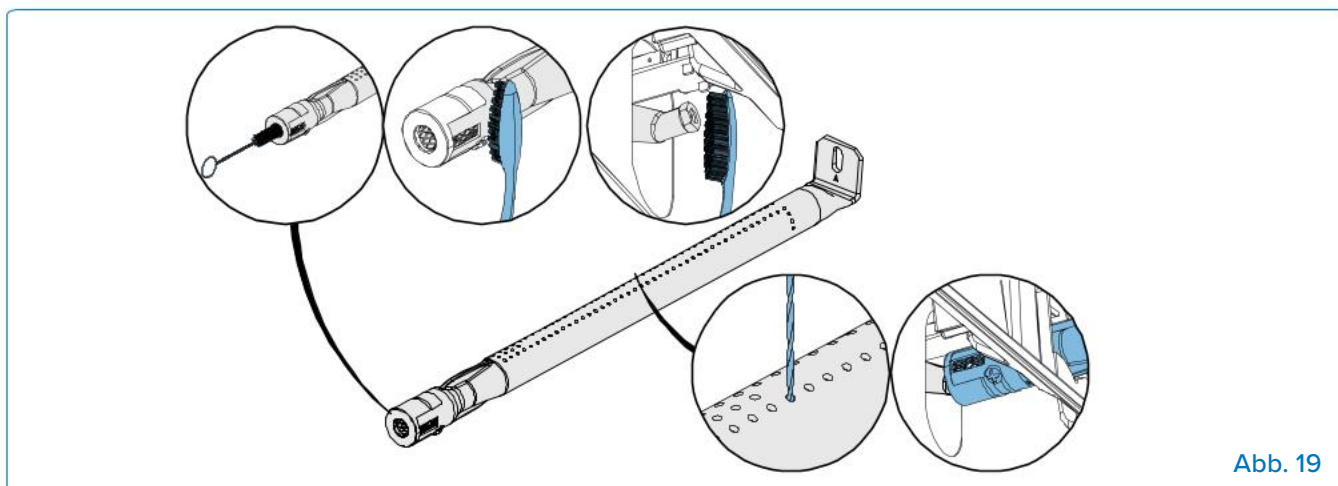

Abb. 19
1. Entfernen Sie die Schraube(n), die den Brenner an der Rückwand des Grills befestigen. Schieben Sie den Brenner nach hinten und oben, um ihn zu entfernen. **(Abb. 19)**.